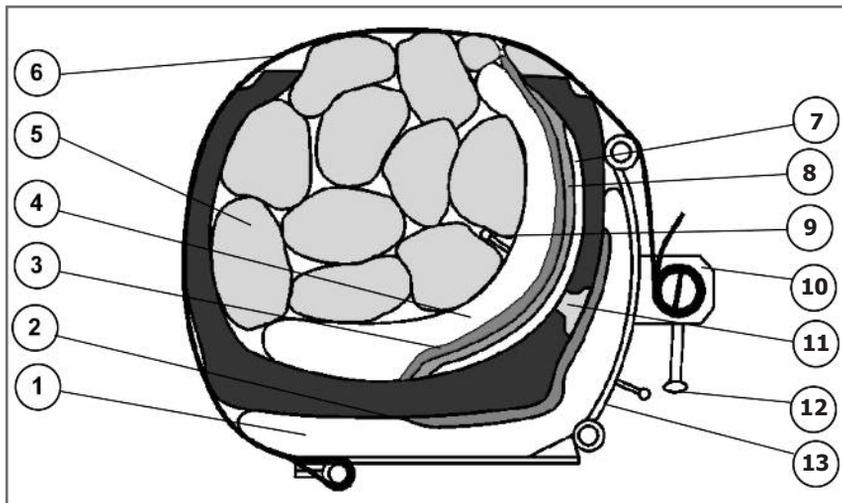

рис. 2
6.5 Внутри шины на пневмоподушку плотно уложить необходимое количество вкладышей (поз. 5), при этом обеспечить плотную укладку вкладышей симметрично относительно внутренней пневмоподушки, при этом следить за тем, чтобы ниппель и быстроразъемное соединение находились между вкладышами (см. Рис.2).
**Внимание! Во избежание нарушения целостности стяжных ремней (поз. 6) запрещается их непосредственный контакт с поверхностью гибких нагревателей. Для этого, а также для предотвращения выхода из строя внутреннего гибкого нагревателя, при выступании его за борт шины, необходимо установить вкладыши (поз.5 согл. рис.2).**